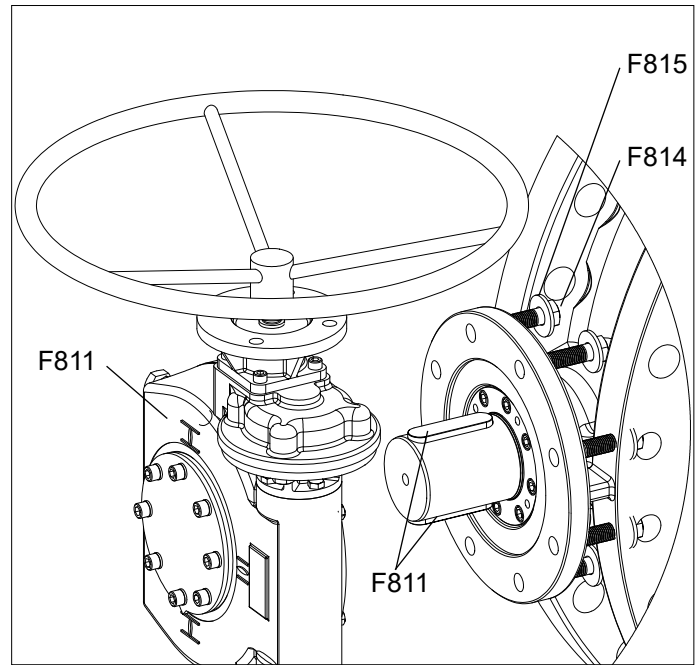

Fig. 2A
3. Retire los pernos del gearbox (F814) con una llave. Deje los pernos de la caja de cambios (F814) y las arandelas del gearbox (F815) a un lado para usarlos durante el reensamblaje. (Ver Fig. 2A)